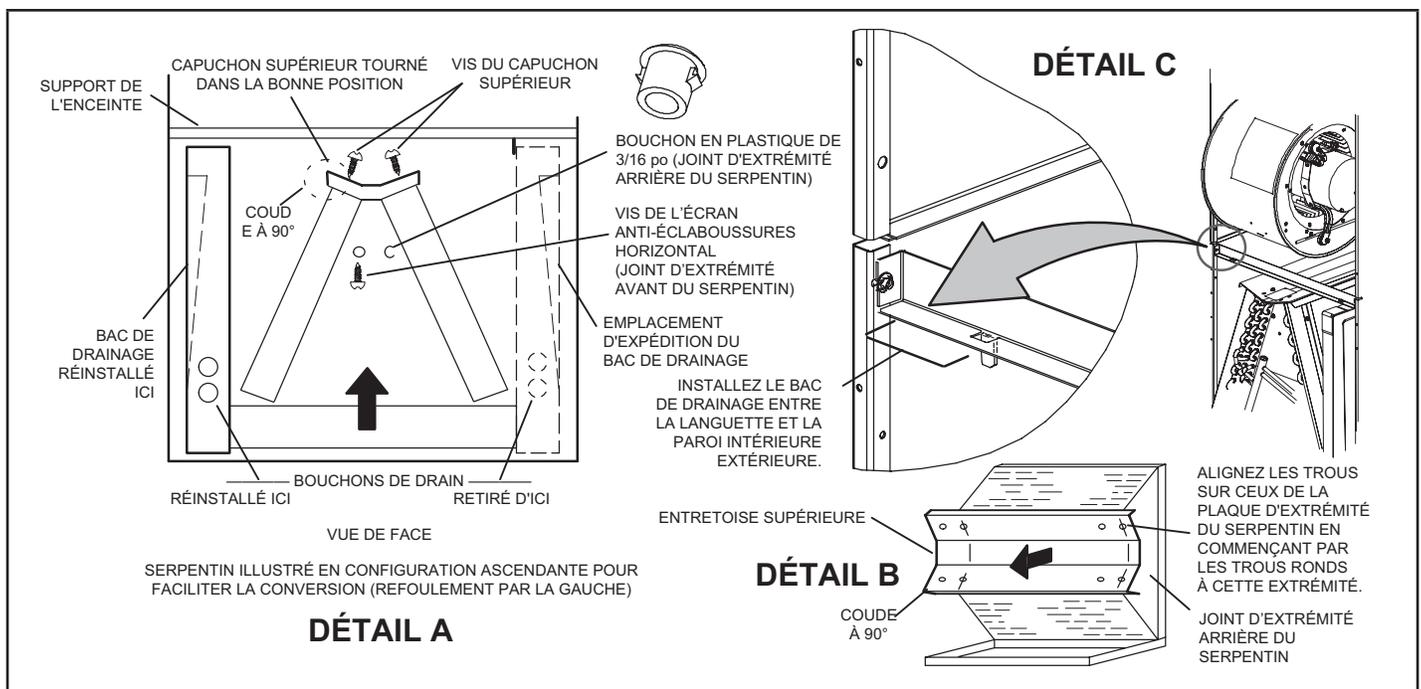

FIGURE 11. Modification sur place pour refolement du côté gauche
- 7 - De la position pour configuration ascendante, faites pivoter l'enceinte de 90° vers la gauche et installez-la en position. Remontez le ventilateur. Fixez le serpent en pliant la languette vers le bas sur le rail de support de l'enceinte comme illustré à la figure 11.